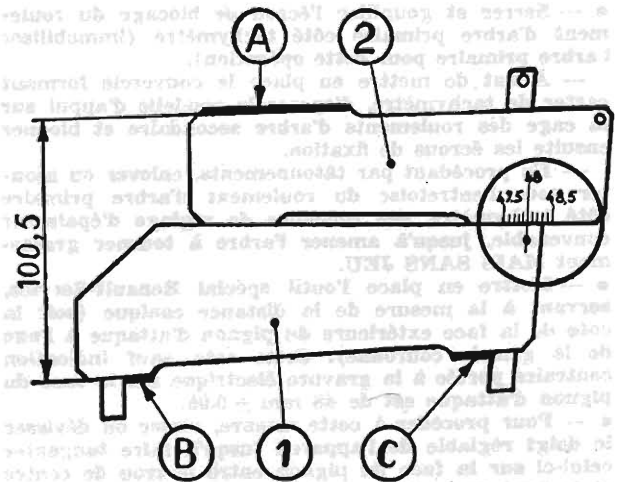

Figure 17
Cet appareil est constitué par deux plaques d'acier (1 et 2, fig. 17), à arrêtes parallèles dressées (A-B-C) coulissant l'une sur l'autre selon un angle approprié.
- - Lire la graduation (fig. 17) indiquée en face du repère 0, celle-ci représente la distance conique réelle.